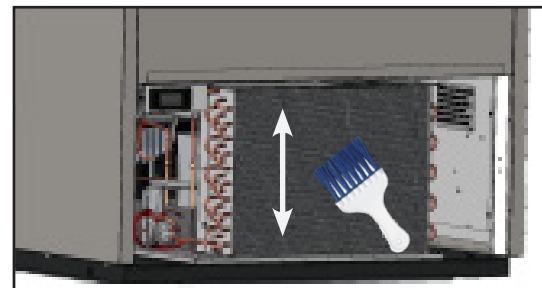

Fig. 3. Pulire la serpentina di condensazione.
4. Eliminare attentamente la sporcizia accumulata dalle alette frontali della serpentina condensante servendosi di una spazzola con setole rigide. Si veda la fig. 3.